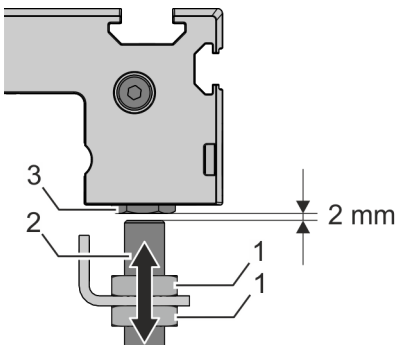

Abb. 40: Schaltabstand einstellen
4. Über die Sechskantmuttern (Abb. 40/1) einen Schaltabstand von 2 mm zwischen induktivem Endschalter (Abb. 40/2) und Laufrollenbolzen (Abb. 40/3) einstellen.